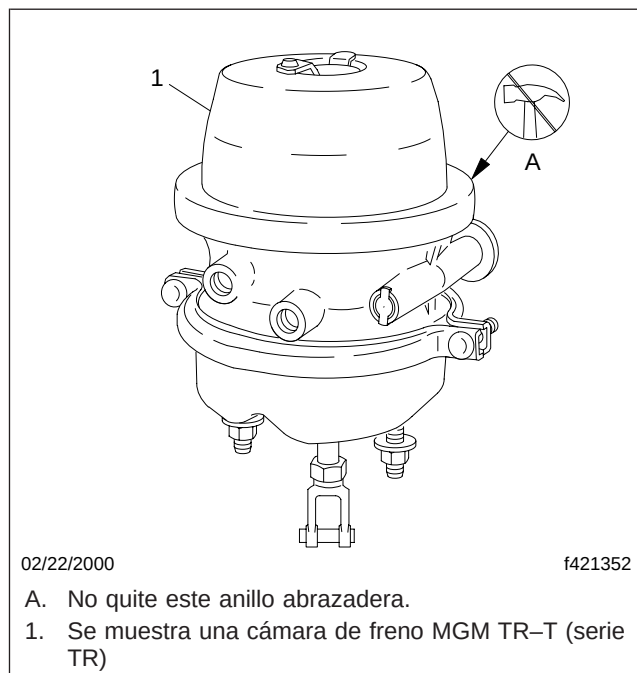

Figura 11.9, Abrazadera de la cámara del freno de estacionamiento
- 22.5 En todas las instalaciones de frenos de estacionamiento, asegúrese de que la tapa de extremo o el tapón guardapolvo estén firmemente encajados en su lugar. Vea la **Figura 11.9**.